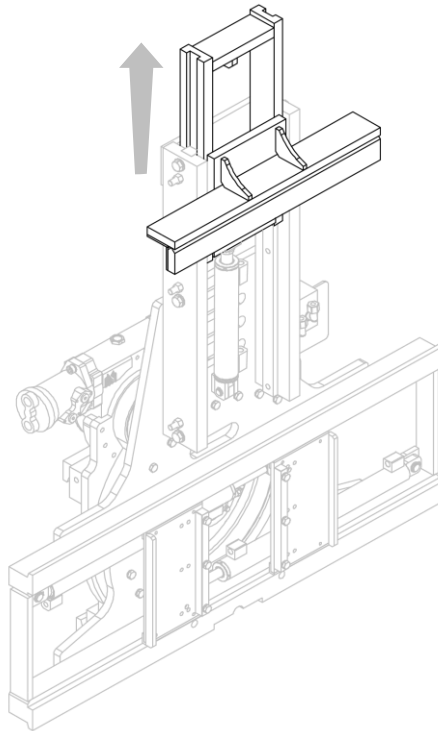

Figura 29
3. Rimuovere la struttura mobile (vedi *Figura 29*).